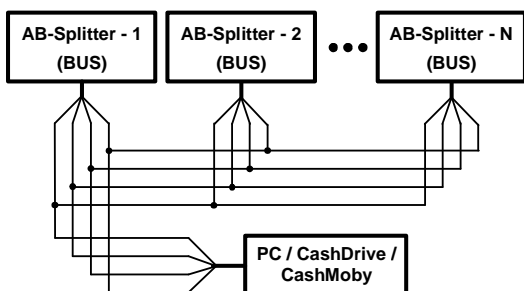

Рис. 6
11. 5. Якщо на один порт касового сервера об'єднано декілька розгалужувачів «**AB-Splitter**», те усі вони з'єднуються паралельно шині, як показано на Рис.6.